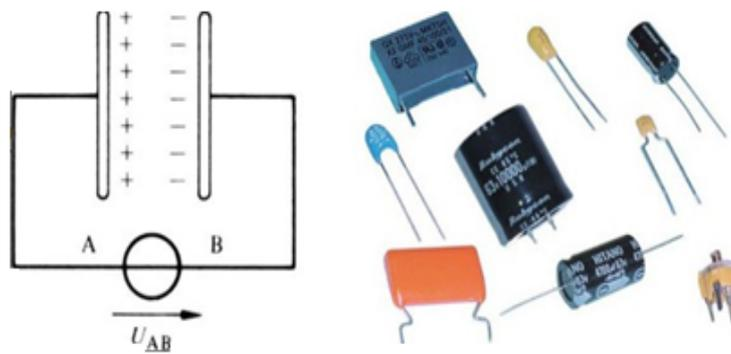

Figure 3. Condensateurs
Un condensateur (figure 3) est un composant électronique qui stocke de l'énergie électrique sous forme de charge électrique. Il est mesuré en farads (F) ou en sous-multiples tels que microfarads (μF) et picofarads (pF). Les condensateurs sont utilisés pour le filtrage des signaux, la stabilisation des tensions et le stockage d'énergie. Pour mesurer la valeur d'un condensateur, on utilise un multimètre en mode "capacité" (F). On place les pointes de test du multimètre sur les broches du condensateur, et la valeur s'affiche sur l'écran.